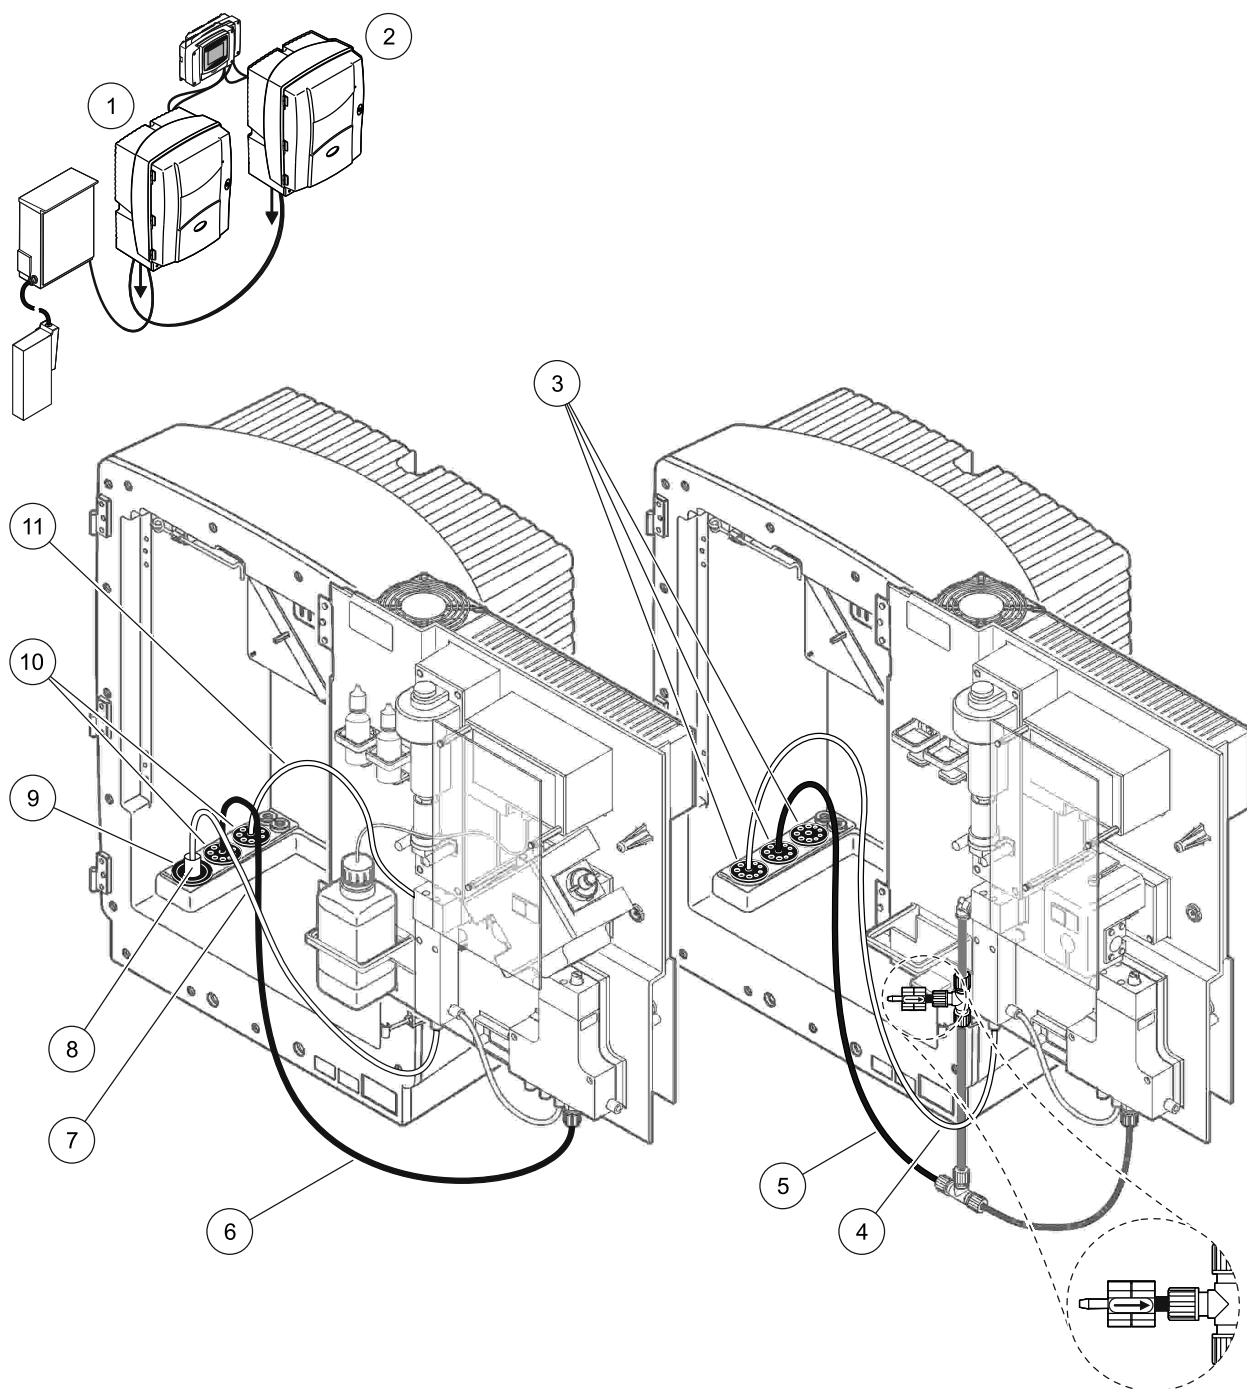

Figura 37 Configuração da opção 8b
Consulte o Figura 37 e as seguintes instruções para a Opção 8b:
- a. Alimente a mangueira aquecida do FILTRAX através da abertura do analisador (Figura 37, item 8). Utilize o Conector Vedante #1 para fixar.
- b. Alimente o tubo de drenagem através da abertura do analisador (item 6) e para uma drenagem aberta sob o Analisador 1. Utilize o Conector Vedante #3 para fixar.
- e. Alimente a tubagem do recipiente de excesso de fluxo (item 11) através do Analisador 1 para o Analisador 2. Utilize o Conector Vedante #3 para fixar.
- g. Ligue o tubo de drenagem ao conector do bloco da válvula (item 6).
- h. Ligue a linha de amostra FILTRAX à admissão inferior no recipiente de fluxo utilizando os encaixes (item 7).
- a. Alimente a linha de amostra do Analisador 1 através do Analisador 2 (item 4). Utilize o Conector Vedante #3 para fixar.